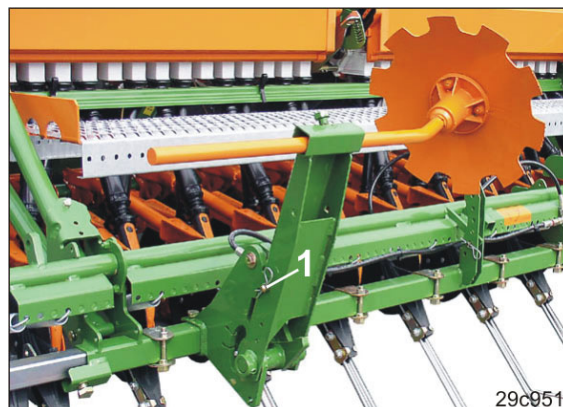

Fig. 100
1. Retirar el perno (Fig. 100/1).